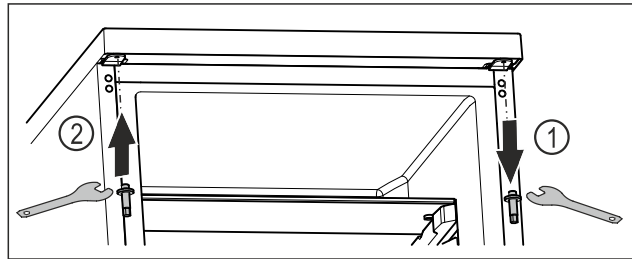

Fig. 23
- ▶ Extrageți prin rotire bolțul superior cu cheia cu hexagon exterior. Fig. 23 (1)
- ▶ Înșurubați ferm bolțul pe partea opusă cu cheia cu hexagon exterior. Fig. 23 (2)